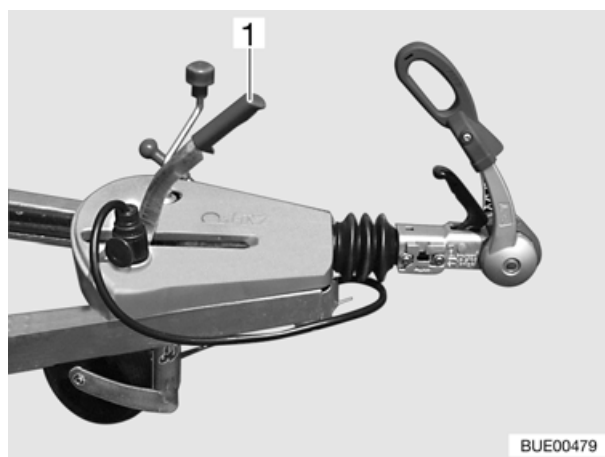

Fig. 9 Freno a mano
- Durante la sosta del veicolo, tirare forte il freno a mano (Fig. 9,1). Il freno a mano si innesta automaticamente.